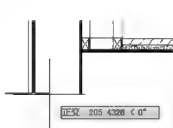
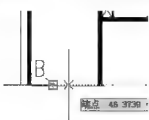
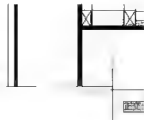

图 5.99 绘制折断线 2
图 5.100 绘制折断线 3
图 5.101 绘制折断线 4
② 在指定下一点或 [放弃(U)]: 提示下, 水平向右拖动光标至如图 5.99 所示处单击, 确定直线的终点。按 Enter 键结束命令。
③ 按 Enter 键重复【直线】命令。
④ 在\_line 指定第一点: 提示下, 捕捉如图 5.100 所示的 B 处, 不单击, 将光标向右移动至如图 5.101 所示处单击, 确定直线的起点。
⑤ 在指定下一点或 [放弃(U)]: 提示下, 水平向右拖动光标至如图 5.101 所示处单击, 确定直线的终点。按 Enter 键结束命令。